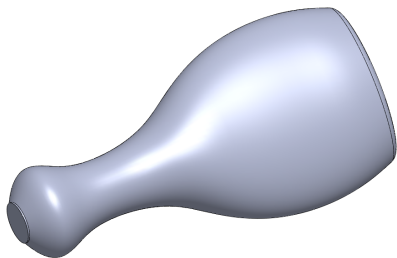

图 8-49 打开素材模型
(1) 单击常用工具栏中的【打开】按钮，打开一幅素材模型，如图 8-49 所示。